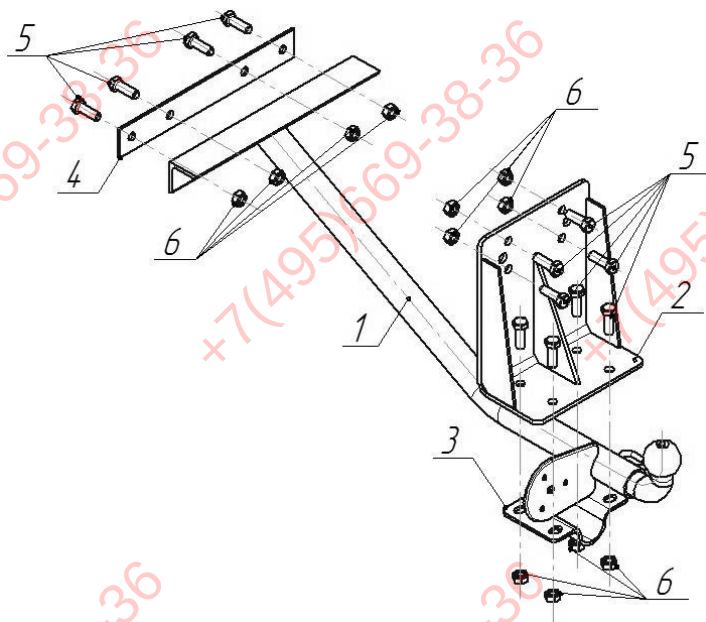

Рис.1 Установка ТСУ на автомобиль
- Через штатные отверстия к задней траверсе рамы автомобиля крепится кронштейн задний поз.2 (см.рис.1);
- Через отверстия в переднем кронштейне балка ТСУ поз.1 крепится к траверсе рамы автомобиля, а хомутом поз.3 – к кронштейну заднему поз.2 как показано на рис.1;